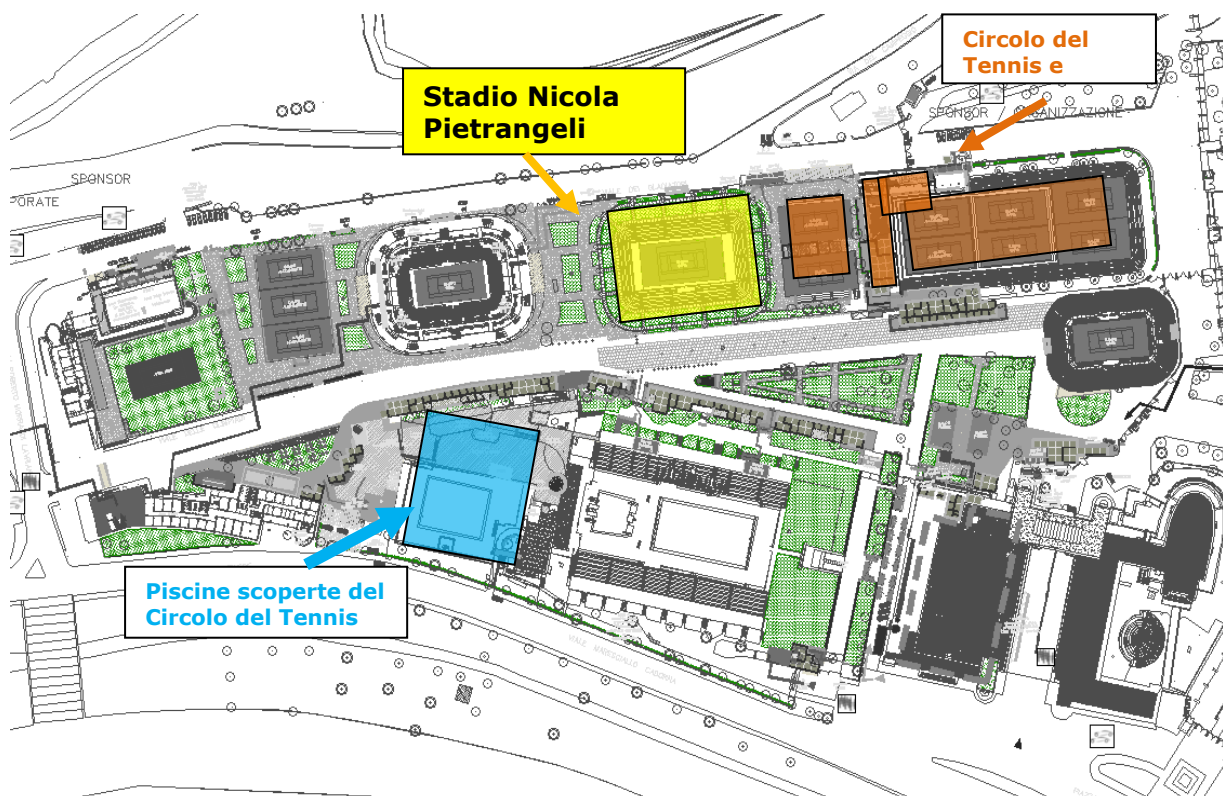

Fig.1
- Circolo propriamente detto, con i campi da tennis, 6 posizionati tra lo Stadio Olimpico e Circolo e 2 tra Circolo e Stadio Nicola Pietrangeli (riquadri marroni trasparenti di fig.1);
- Stadio Nicola Pietrangeli (riquadro giallo trasparente di fig.1);
- Piscine scoperte, con i relativi locali spogliatoi e zona ristorazione, ubicate all'inizio di Viale delle Olimpiadi, tra ex Ostello e piscine dello Stadio del Nuoto (riquadro azzurro trasparente di fig.1).